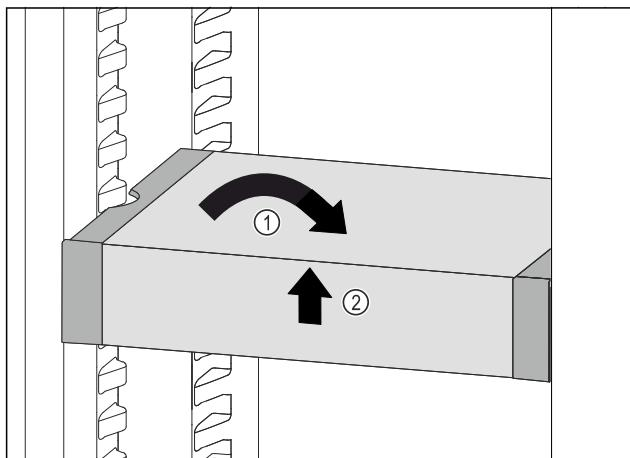

Fig. 32
- Установите VarioSafe прямо. Fig. 32 (1)
- Приподнимите VarioSafe спереди. Fig. 32 (2)